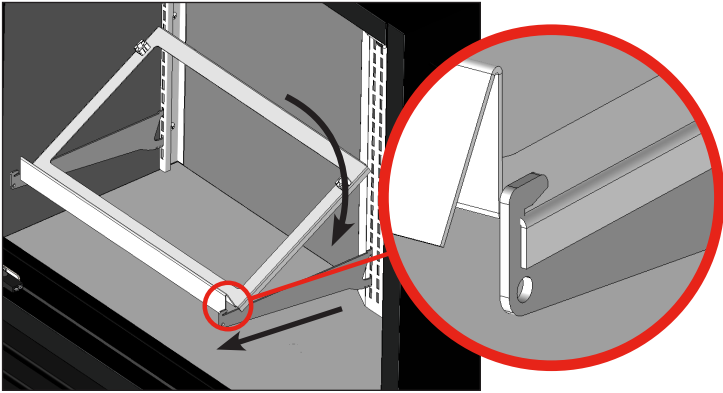

Fig. 15. Coloque el estante mientras levanta la parte trasera del mismo. Asegúrese de que los lados del estante se apoyan en la ménsula.
5. Levante la parte posterior del estante. Coloque el soporte del estante sobre las ménsulas. Véase la fig. 15.
6. Baje con cuidado la parte trasera del soporte del estante y deslice el estante por debajo de la lengüeta. Véase la fig. 15.